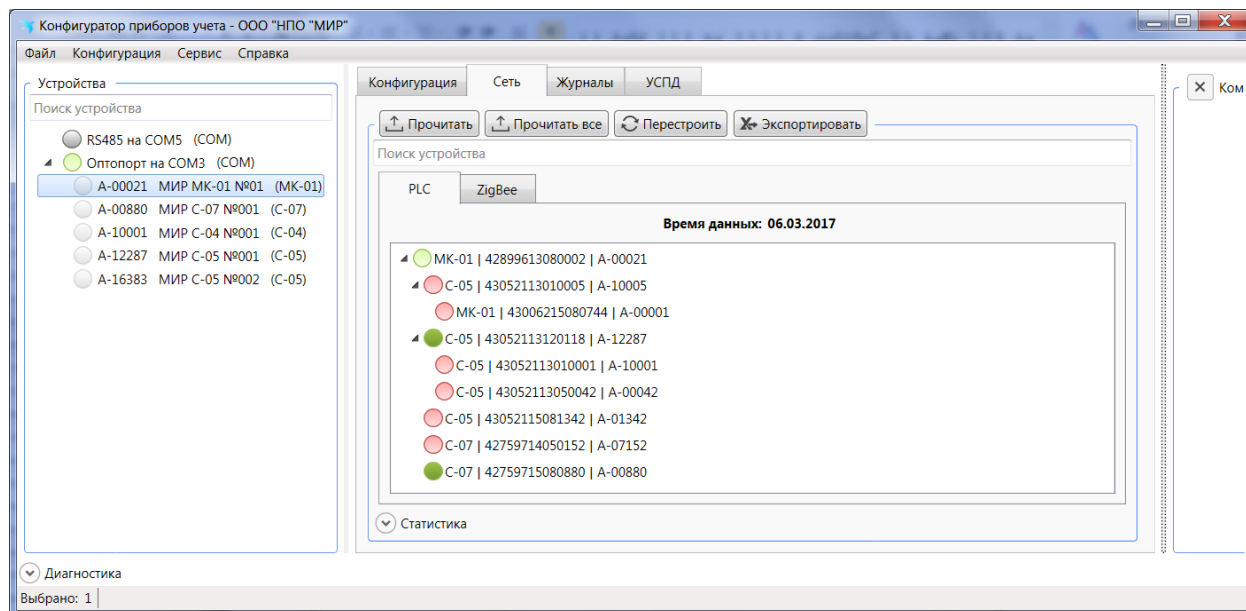

Рисунок 9.16 – Дерево сети PLC
- выбрать в дереве объектов программы КОНФИГУРАТОР модем-коммуникатор МИР МК-01 и далее в области параметров выбрать вкладку *Сеть* (рисунок 9.16);